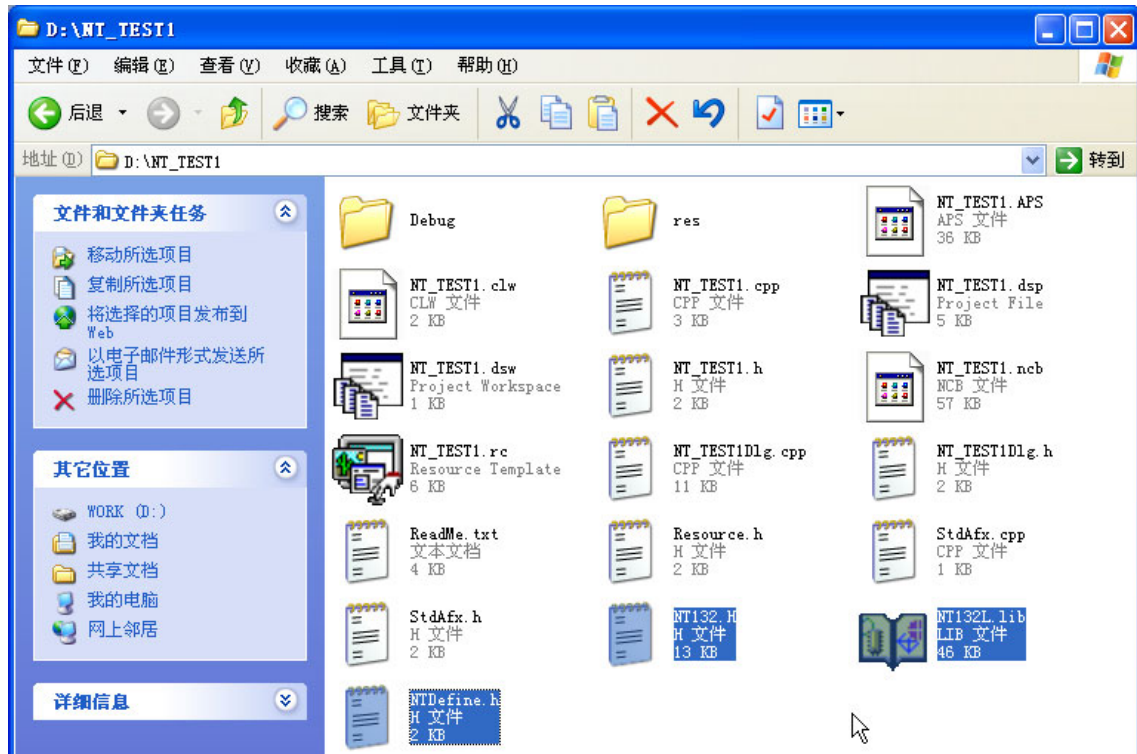

图 5.4 复制 NT132 的 LIB 文件
(2) 将产品配套光盘“\Lib\NT132_VC”目录下的3个文件复制到D:\NT_TEST1目录下，结果如图5.4所示。